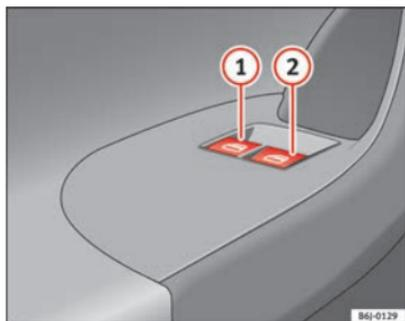

Fig. 50 Détail de la porte du conducteur : commandes pour les glaces avant et arrière.
Les touches ⇒ fig. 50 ①, ② disposent de deux positions pour l'ouverture des glaces et de deux autres pour la fermeture. Il est ainsi plus simple de contrôler les processus d'ouverture et de fermeture.